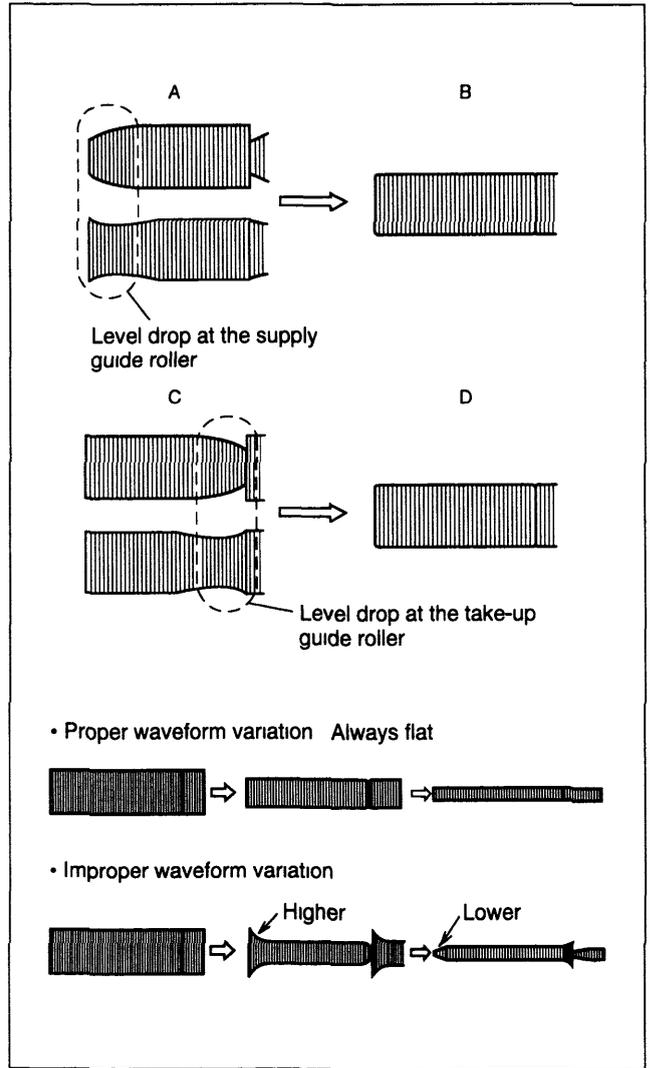

Fig. 2-4-3
- (6) Reduza a amplitude da forma de onda FM enquanto pressiona as teclas de canais (▲▼) durante reprodução. Se uma falha de nível for observada no lado esquerdo como mostrado na Fig 2-4-3 (A), gire o rolete guia do poste montado (pole base assy) (lado supply) com a chave de rolete para tornar a forma de onda de FM linear (B). Se uma falha de nível for observada no lado direito como mostrado na Fig 2-4-3 (C), gire o rolete guia do poste montado (lado take-up) com a chave de rolete para tornar a forma de onda de FM linear (D) (Fig 2-4-3).
- (7) Reproduza a fita de alinhamento (EP), certifique-se que a forma de onda de FM varie paralela e linearmente com o ajuste do tracking. Quando necessário execute o ajuste fino do guia do rolete do poste (lado supply ou take-up).
- (8) Após ajuste, aperte o parafuso na base do poste montado (Tome cuidado para não apertar demais).
- (9) Após o aperto do parafuso, reproduza as fitas de alinhamento (SP) e (EP) novamente para certificar-se que a forma de onda de FM tenha variação correta.